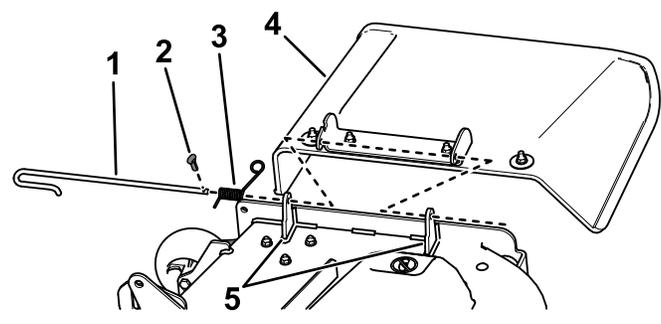

Figura 5
soldados da plataforma, mola e defletor de descarga (Figura 5).
3. Retire o defletor (Figura 5).